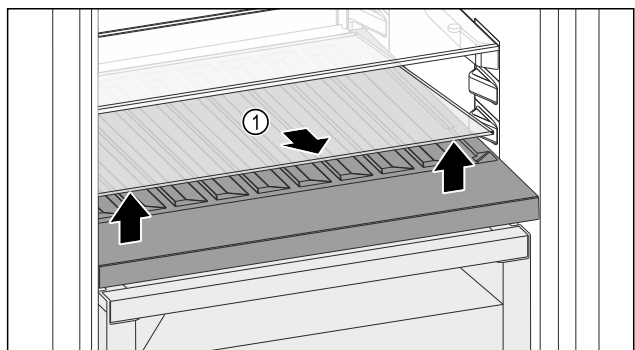

Fig. 144
- ▶ Skleněnou desku Fig. 144 (1) zvedněte za vybrání vpředu a vyjměte ji.
- ▶ Skleněnou desku Fig. 144 (1) uložte bezpečně mimo spotřebič.